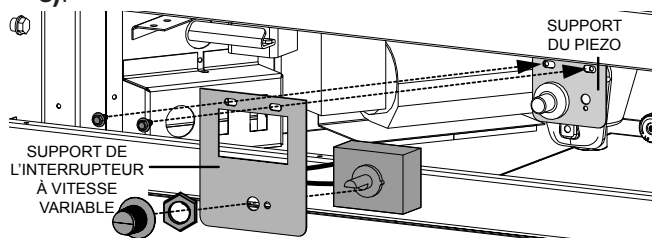

Fig. 3
8. L'interrupteur à vitesse variable (IVV) doivent être démonté pour fixer aux support IVV pour l'installation. Placez l'IVV entre le support puis fixer utilisant le rondelle de blocage. Prenez le bouton de l'interrupteur et installez-le en position (**Fig. 3**).
9. Pour installer l'IVV, le support de l'interrupteur à vitesse variable doit être installé. Enlevez les deux vis du support du piezo, installez le support IVV, puis fixez en place utilisant les deux vis précédemment enlever (**Fig. 3**).